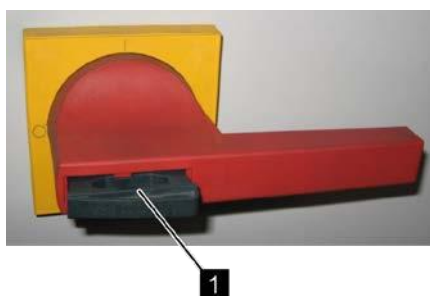

Рис. 6: Предохранение главного выключателя
2. Предохраните главный выключатель, навесив замок через отверстие (Рис. 6/1).